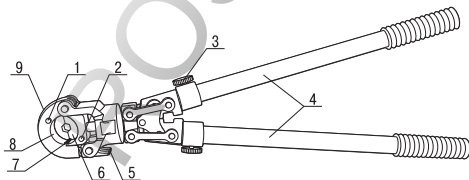

Рисунок 1
а) отвернуть винт 3 (смотри рисунок 1);
3.4 Нажмите на кнопку 1 (смотри рисунок 1) и установите полуформу 8 матрицы по направляющим 7 (номер матрицы должен быть равен номеру наконечника).